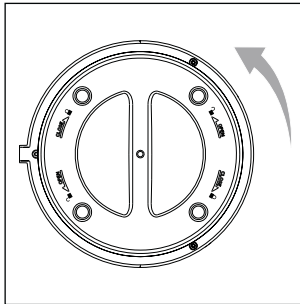

Fig. 3
3. Tournez le couvercle du boîtier **9** en dessous de l'appareil légèrement dans le sens des aiguilles d'une montre dans le sens **OPEN**  pour l'ouvrir (voir fig. 3). Retirez ensuite le couvercle du boîtier **9** de l'appareil.